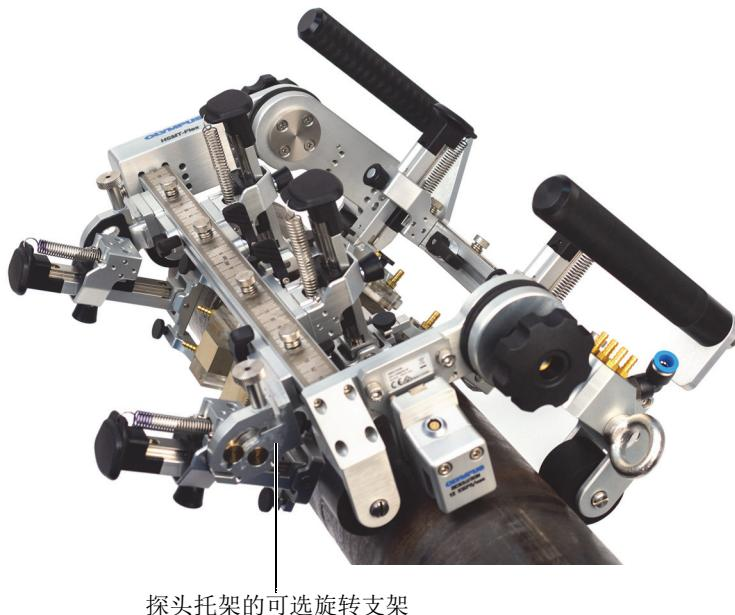

图 2-5 探头托架的可选旋转支架
6. 在检测直径小于305毫米的管道, HSMT-Flex扫查器的配置需要在框架外安装探头托架时, 请使用可选的探头托架的旋转支架 (工件编号: Q7750226) (参见第39页的图 2-5)。要转动可旋转的探头托架, 需松开旋转支架顶部的拇指螺钉, 然后转动探头托架, 直到轭与探头托架垂直。旋转支架具有由裂片分隔的预定义角度位置。确保将拇指螺钉拧得足够松, 以使托架顺滑旋转。